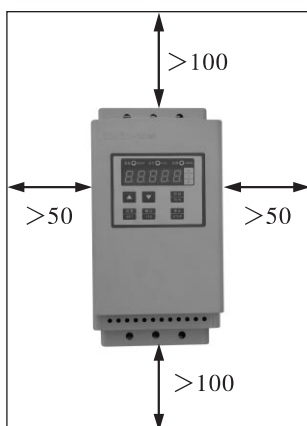
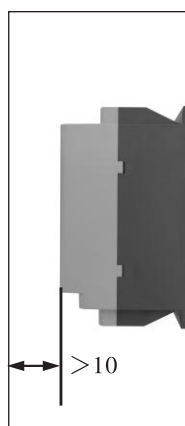

图 1.5.1
图 1.5.2
■ 为了确保软起动器在使用中具有有良好的通风及散热条件，软起动器应垂直安装，并在设备四周留有足够的散热空间，如图 1.5.1、图 1.5.2，图中为允许的最小距离。软起动器在柜内安装时，除上述要求外，还须选用上、下通风良好的柜体，如图 1.5.3。